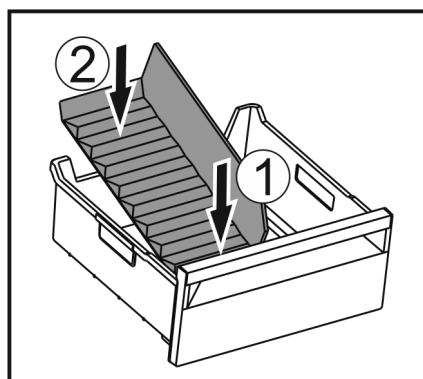

Fig. 154
- ▶ Вставити передню частину перегородки відділення для льоду. Fig. 154 (1)
- ▶ Опустити задню частину перегородки відділення до dna ящика для кубиків льоду. Fig. 154 (2)